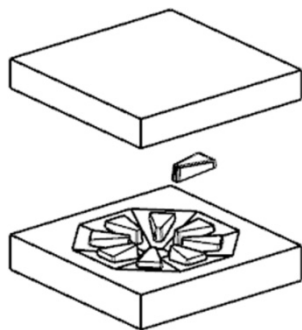

图 13-19 移动零件
(38) 单击“确定”按钮, 创建减去特征。
(39) 选取“菜单|插入|修剪|拆分体”命令, 拆分工件, 将工件分成上、下两部分。
(40) 选取“菜单|编辑|特征|移除参数”命令, 移除工件的参数。
(41) 选取“菜单|格式|图层设置”命令, 隐藏第 10 层, 只显示第 1 层的实体。
(42) 选取“菜单|编辑|移动对象”命令, 上、下零件移动后如图 13-19 所示。